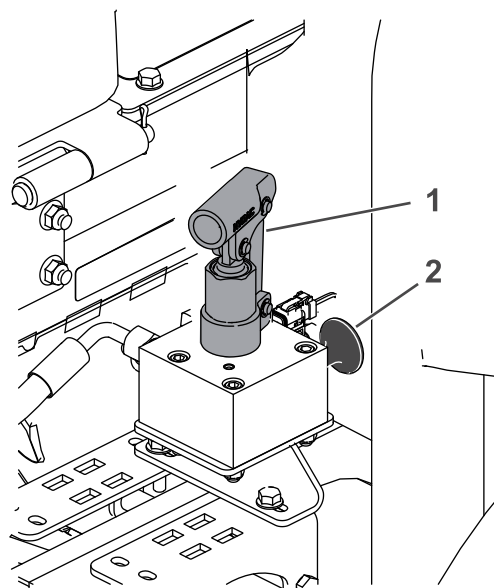

Рисунок 68
4. Найдите коллектор выключения тормозов рядом с передним правым колесом и за гидравлическим баком (Рисунок 68).